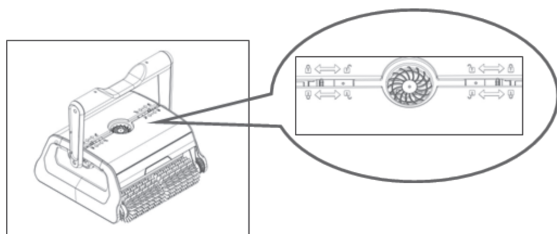

Figura 1
- Deslice los clips de la cubierta superior hasta la posición de apertura de la cubierta (véase Figura 1).